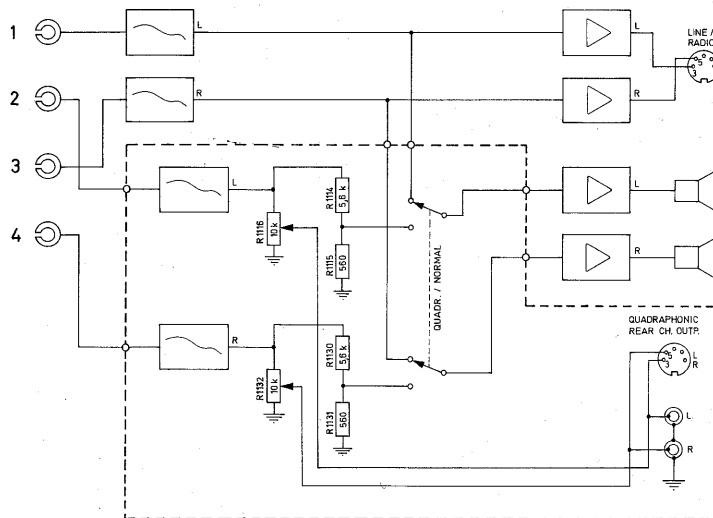

Fig. 5.2. Forenklet blokkskjema for Modell 4041 XQ.
2. Det er montert ekstra korreksjonsforsterkere for sporene 2 og 4. Forsterkerne leverer signal på linjenivå over egne kontakter. En vender i forbindelse med ekstra-forsterkerne gjør det dessuten mulig å benytte båndopptakerens utgangsforsterkere for frontkanalene (spor 1 - 3) eller bakre kanaler (spor 2 - 4) etter ønske. Se blokkskjemaet, fig. 5.2.